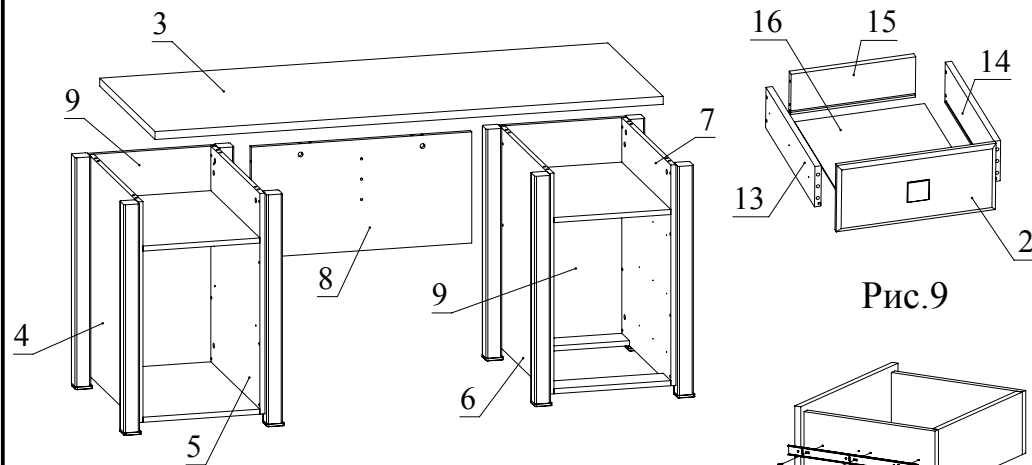

Рис.8
11. Соединить при помощи конфирматов 7х50 деталь 8 с деталями 5, 6 (Рис. 8). Установить деталь 3 на детали 4, 5, 6, 7, 8 и зафиксировать, повернув конфирматным ключом головки минификсов по часовой стрелке до упора (Рис. 8).